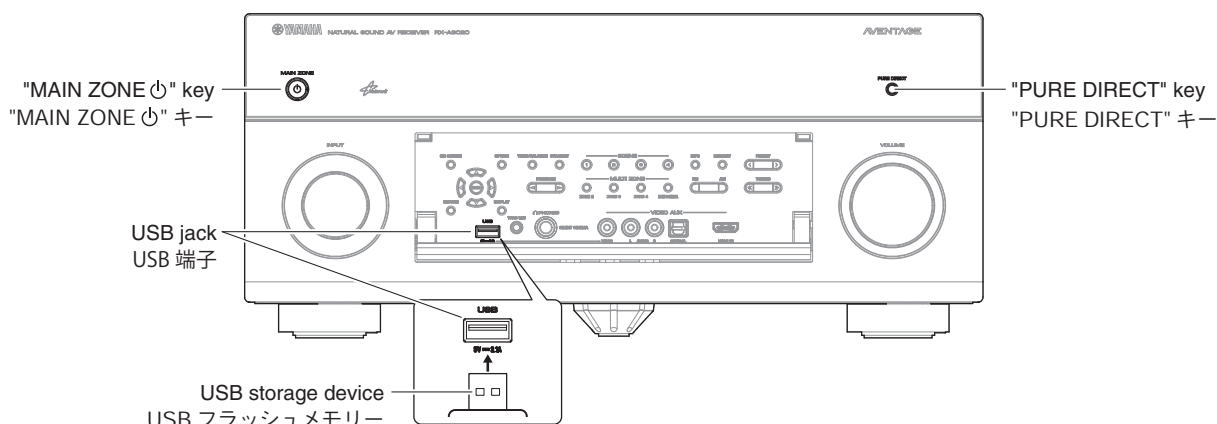

Fig. 1
(Fig. 1)
2. While pressing the "PURE DIRECT" key, connect the power cable to the AC outlet. (Fig. 1)
5. Press the "MAIN ZONE" key to turn off the power. (Fig. 1)
6. Remove the USB storage device from the USB jack. (Fig. 1)
1. USB 端子に USB フラッシュメモリーを差し込みます。 (Fig. 1)
2. "PURE DIRECT" キーを押しながら、電源コードを AC コンセントに接続します。 (Fig. 1)
5. "MAIN ZONE" (電源) キーを押して電源を切ります。 (Fig. 1)
6. USB 端子から USB フラッシュメモリーを抜きます。 (Fig. 1)